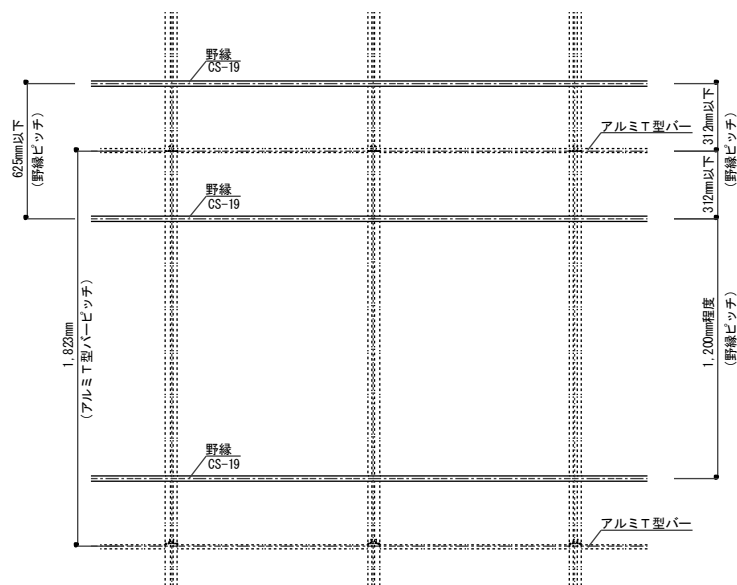

図 2-4-2 野縁の配置
- ・ 野縁の配置は、1200mm 程度かつアルミT型バーより 312mm 以下とすること。(図 2-4-2 参照)